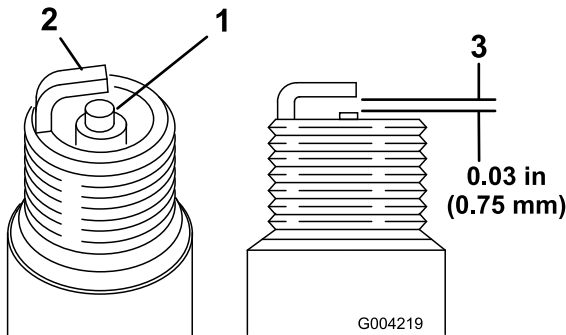

Bild 16
1. Sehen Sie sich die Mitte der Zündkerzen an (Bild 16). Wenn der Kerzenstein hellbraun oder grau ist, ist der Motor richtig eingestellt. Eine schwarze Schicht am Kerzenstein weist
- Prüfen Sie den Abstand zwischen den mittleren und seitlichen Elektroden (Bild 16).
- Verbiegen Sie die seitliche Elektrode (Bild 16), wenn der Abstand nicht stimmt.